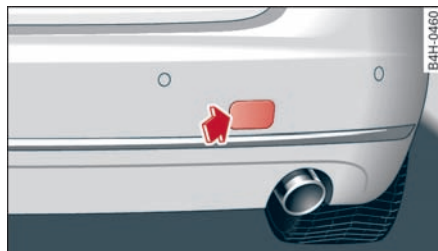

图 260 后保险杠：松开保险杠罩
- ▶ 短促有力地向内按压保险杠罩的左下部（A8 车上）或上部（S8 车上），将保险杠罩从保险杠上松开 ⇒ 图 260。